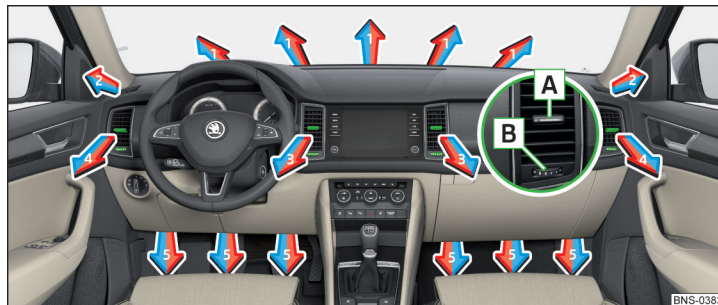
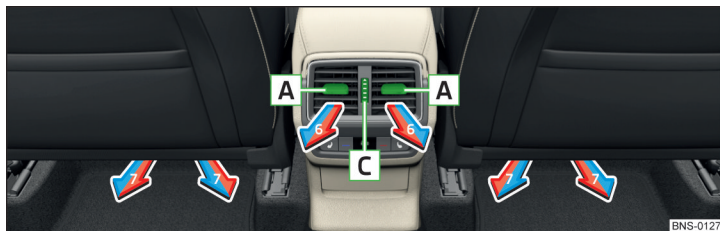

Fig. 167 Difusores de aire delanteros
Fig. 168 Difusores de aire traseros
En los difusores de aire **3, 4** » fig. 167 y **6** » fig. 168 se puede modificar el sentido de la corriente de aire, y los difusores se pueden también cerrar y abrir individualmente.
El ajuste de la dirección de corriente del aire se realiza por el desplazamiento del elemento de ajuste **A** » fig. 167 y/o » fig. 168 en la dirección deseada.
- Gire el regulador **B** » fig. 167 hacia la derecha.
- Gire el regulador **C** » fig. 168 hacia arriba.
- Gire el regulador **B** » fig. 167 hacia la izquierda.
- Gire el regulador **C** » fig. 168 hacia abajo.
| Ajustar la dirección de salida de aire | Difusores de salida de aire » fig. 167 y » fig. 168 |